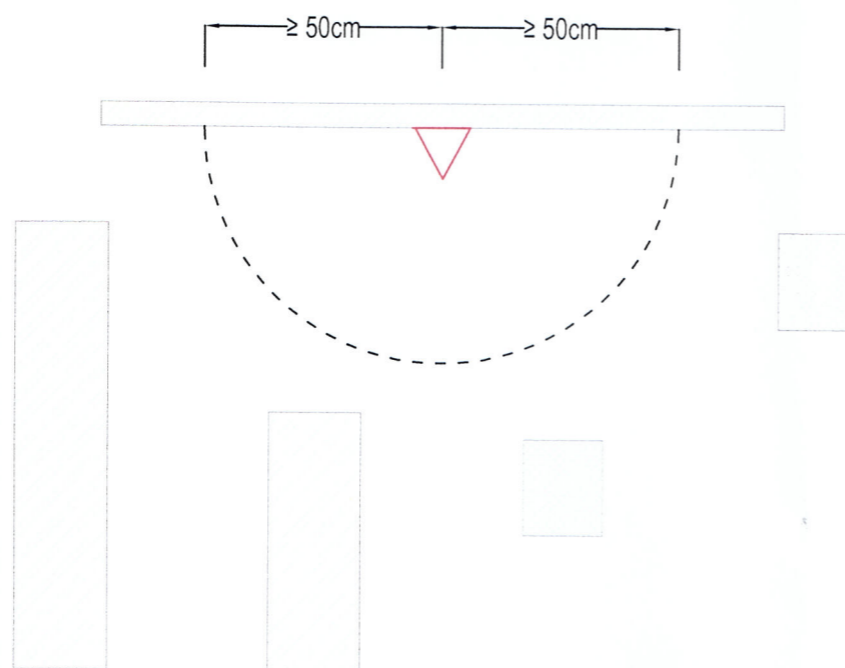
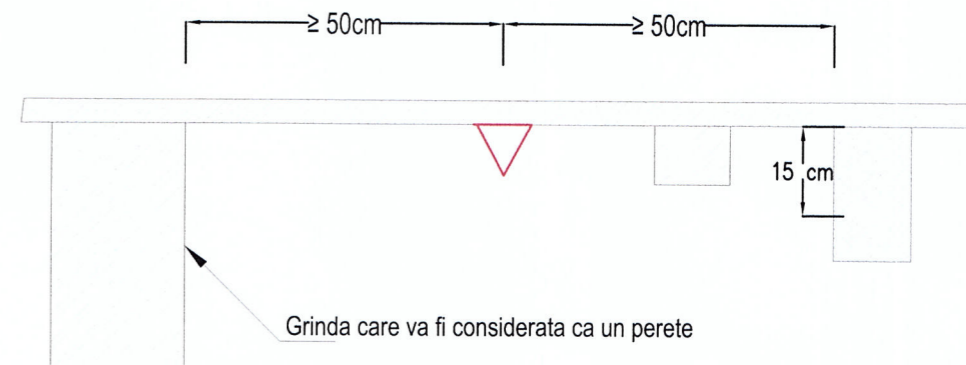

Fig.2
Fig.3
- În cazul tavanelor cu grinzi, traverse sau cu elemente de instalații suspendate (de exemplu, conducte de aer condiționat) care trec pe sub tavan la o distanță mai mică de 0,15 m de acesta, distanța minimă laterală la care se amplasează un detector de incendiu va fi cel puțin 0,5 m (fig. 2 și fig.3).
- Nu trebuie să existe echipamente sau materiale depozitate pe o rază de 0,5m în lateral și sub detectoare (fig. 4 și fig.3).